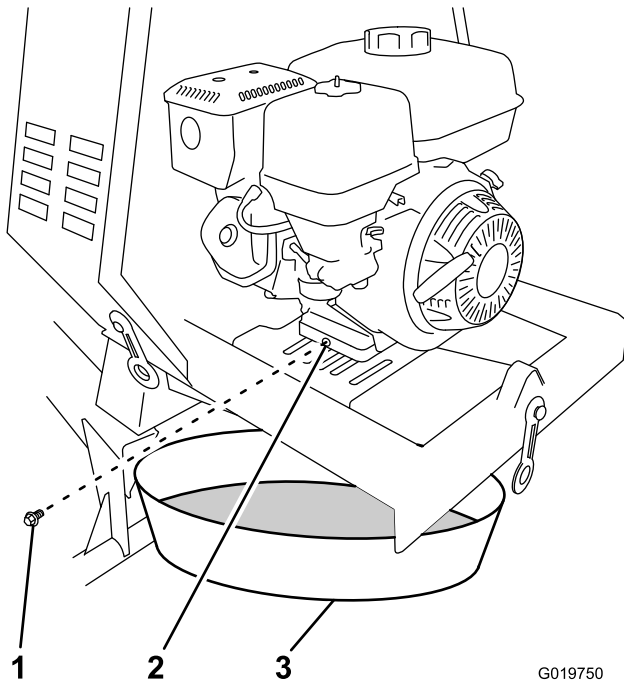

Figura 45
3. Coloque un recipiente debajo del orificio de vaciado de aceite del motor (Figura 45).
4. Retire el tapón de vaciado y deje fluir el aceite al recipiente (Figura 45).
5. Cuando se haya drenado completamente el aceite, coloque el tapón de vaciado con una arandela nueva (Figura 45).